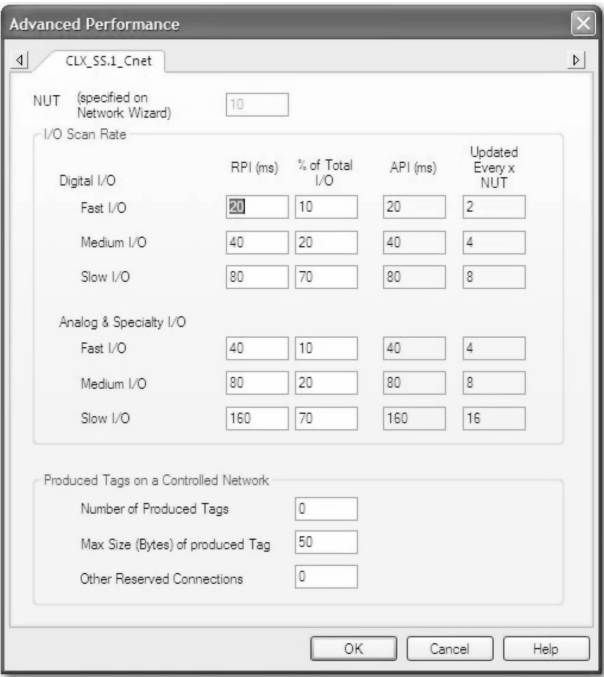

图 26-41 设置对话框
3) 编辑网络参数 (Edit Network Parameters): 单击“编辑网络参数” (Edit Network Parameters) 按钮。IAB 会显示“高级首选项” (Advanced Performance) 对话框。在该对话框中, 可以指定要求使用快速、中速和慢速更新时间的总数字量 I/O 和模拟量 I/O 的百分比, 还可以指定每种类型的特定 RPI (请求信息包间隔)。另外, 也可指定网络的生产者标签的数目和大小以及一些用于其他需求的预留控制器连接。IAB 可以使用这些数字来计算网络性能。对于该基本实验, 不会更改任何默认设置。仅需了解这些设置已存在并且当 IAB 检验性能时, 这些设置会被使用即可。单击“确定” (OK) 关闭对话框, 如图 26-41 所示。